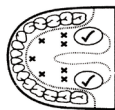

Figure 2
a) **Par voie orale** : Placer le thermomètre sous la langue tel qu'indiqué par la position "✓" sur la Figure 2. Fermer la bouche et respirer calmement par le nez pour empêcher que l'air inspiré/expiré n'affecte la prise de température. Température normale entre 35.7°C et 37.3°C (96.3°F et 99.1°F).